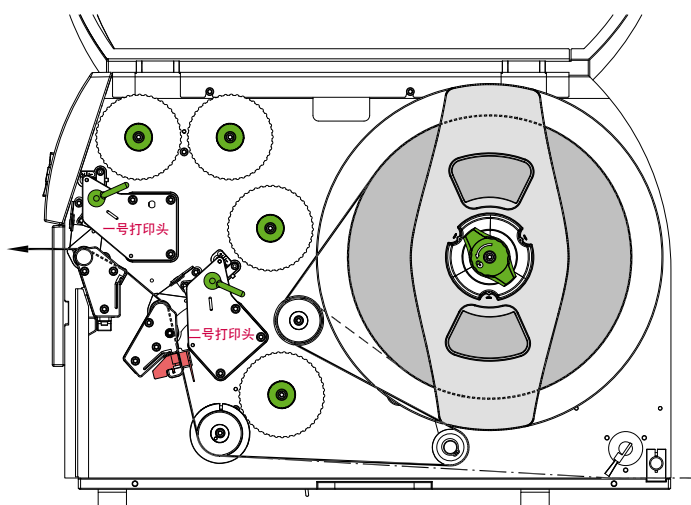

图 10 标签纸进纸路径
1. 将标签纸由标签纸卷中拉出约1公尺的长度并根据图 10 来安装至打印模块。